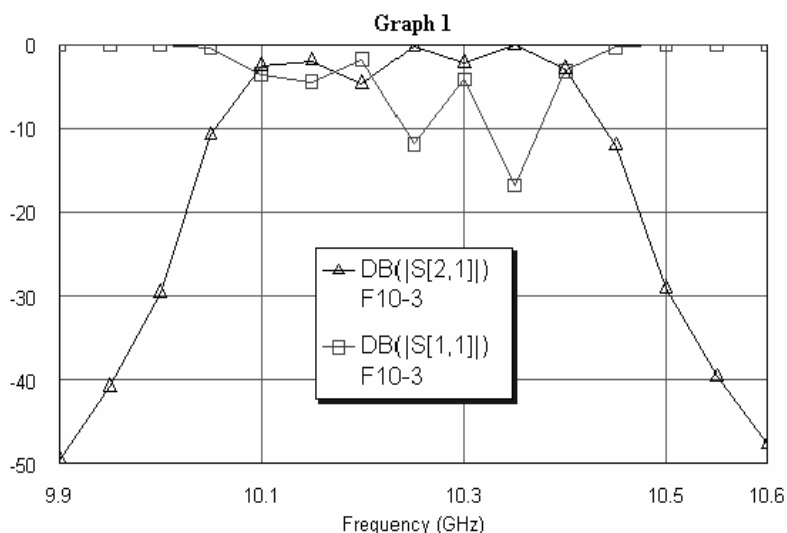

Рис. 4.42
1. Щёлкните левой кнопкой мышки по значку **Analyze** на панели инструментов. Результаты анализа отображаются на графике рис. 4.42.